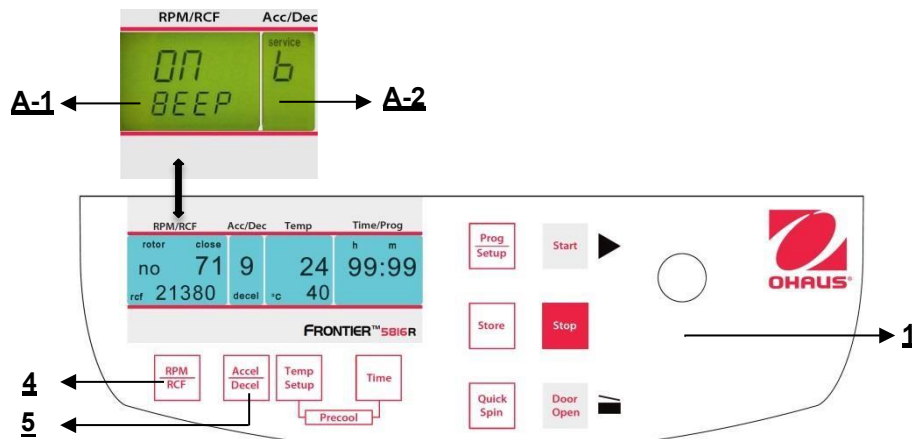

Abbildung 38
Fahren Sie fort wie unter Punkt 4.1.1 beschrieben, um in den Programmmodus einzutreten und drücken Sie dann die Taste **"Accel/Decel"** (5). Auf der Anzeige **"Acc/Dec"** (A-2) blinkt das Wort **"Service"**. Wählen Sie nun den Buchstaben **"B"** mit Hilfe des Anpassungsknopfes (1). Als Ergebnis erscheinen auf der Anzeige **"RPM | RCF"** (A-1) die Worte **"ON/BEEP"**. Nach dem Drücken der Taste **"RPM | RCF"** (4) können Sie das Tastaturgeräusch mit dem Anpassungsknopf (1) ein- (On) oder ausschalten (Off). (Siehe Abbildung 38).